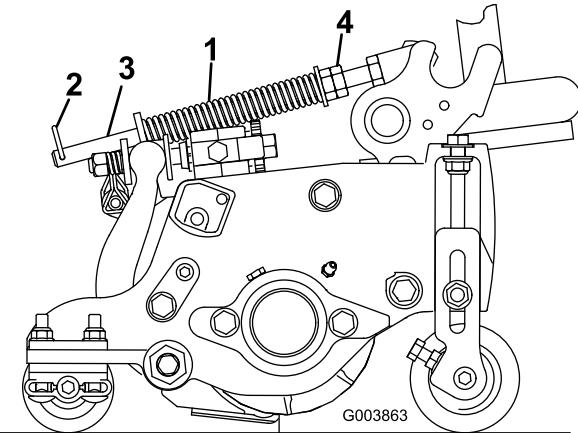

Bild 15
2. Ziehen Sie die Sechskantmuttern vorne an der Federstange an, bis die komprimierte Länge der Feder 15,9 cm beträgt (Bild 15).
Die Rasenkompensierungsfeder (Bild 15) verlagert das Gewicht von der Front- zur Heckrolle. (Dies reduziert ein Bobbing genanntes Wellenmuster auf der Rasenfläche.)
1. Stellen Sie sicher, dass der Lastösenbolzen in das hintere Loch in der Federstange eingesetzt ist (Bild 15).